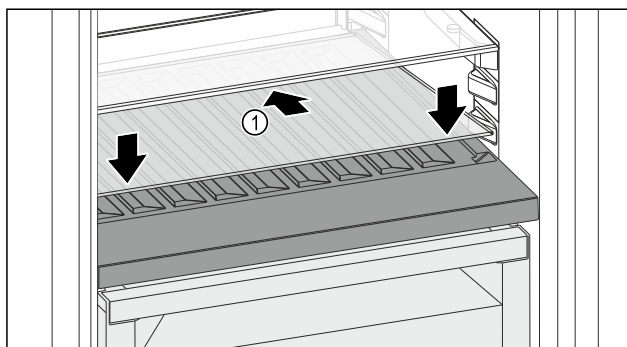

Fig. 151
- Skleněnou desku Fig. 151 (1) zasuňte šikmo a skloněnou dozadu dolů.
- Skleněnou desku Fig. 151 (1) vpředu spusťte dolů.